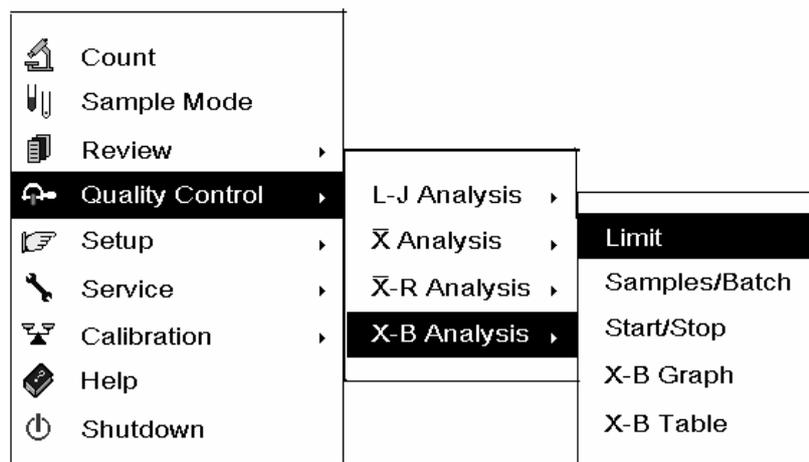
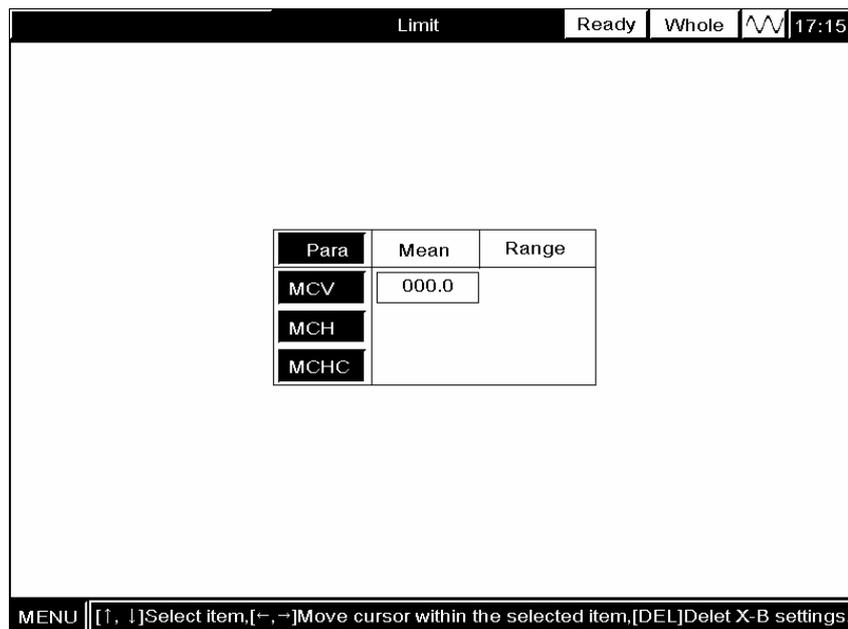

Abbildung 8-46 System-Menü
Abbildung 8-47 "Grenze"-Anzeige
**WÄHLEN** Sie “Qualitätskontrolle → X-B-Analyse → Grenze” **AUS** (Abbildung 8-46), um die “Grenze”-Anzeige aufzurufen (Abbildung 8-47).